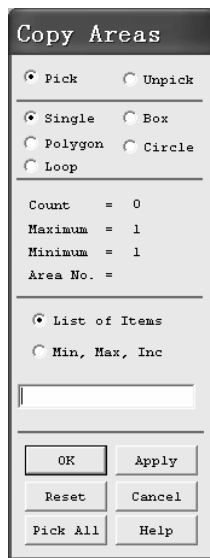

图 2-40 “Copy Areas”窗口
(2) 依次选择 Main Menu>Preprocessor>Copy>Areas, 弹出“Copy Areas”窗口（见图 2-40）。